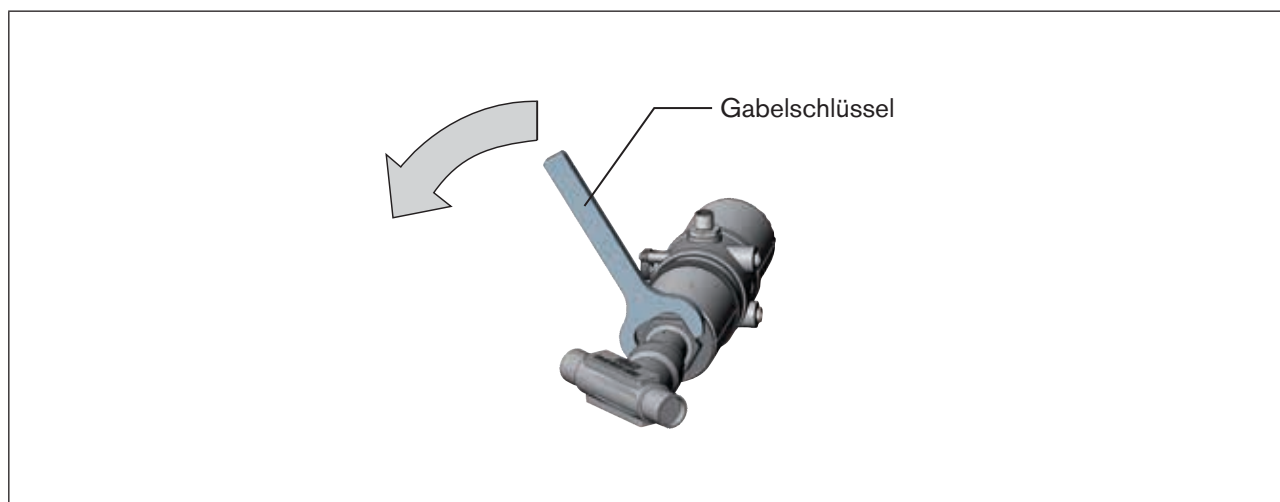

Bild 22: Drehen mit Gabelschlüssel
▶ Antriebs­modul nur gegen den Uhrzeigersinn drehen (siehe „Bild 22“).